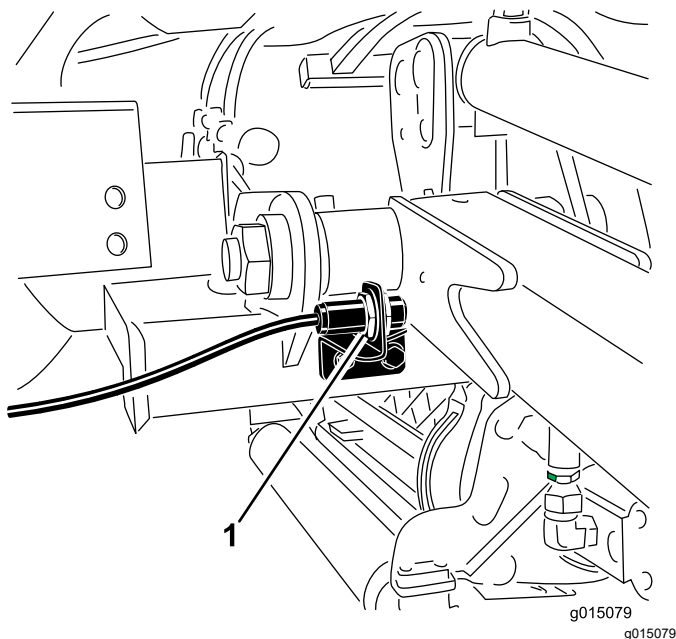

Figura 73
2. O interruptor do braço de elevação encontra-se por trás do braço de elevação direito dianteiro (Figura 73).
3. Solte os parafusos de montagem do interruptor (Figura 73) e desloque o interruptor para cima para aumentar a altura de viragem do braço de elevação ou desloque o interruptor para baixo para diminuir a altura de viragem do braço de elevação.